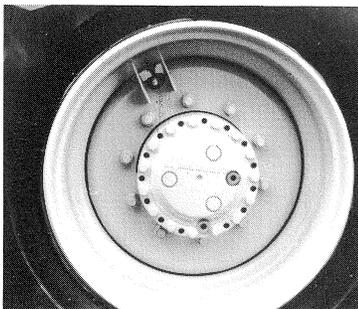

fig. 61
7. Contrôler le remplissage: tourner le pneu jusqu'à ce que la valve soit à la position montrée (fig. 61)